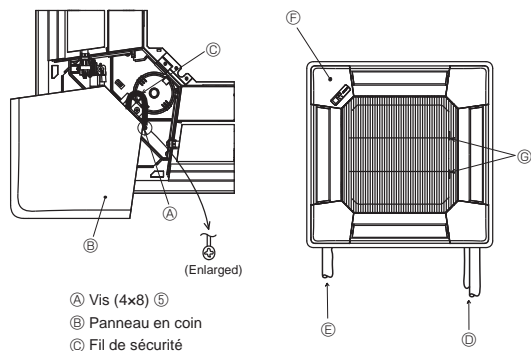

Fig. 5-10
5.7. Installation de la grille d'aspiration (Fig. 5-10)